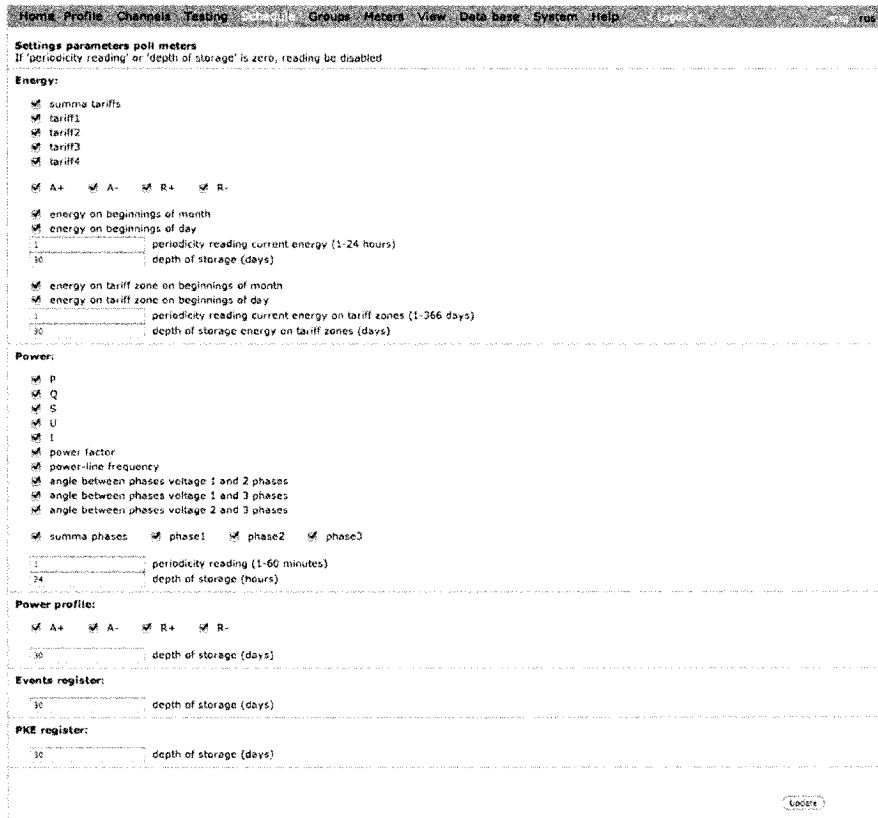

Рисунок 4.
6.4.6 На странице “Schedule”, в соответствии с рис. 4, производится настройка списка параметров счетчиков, которые требуется сохранять в памяти УСПД, а также периодичность их получения.